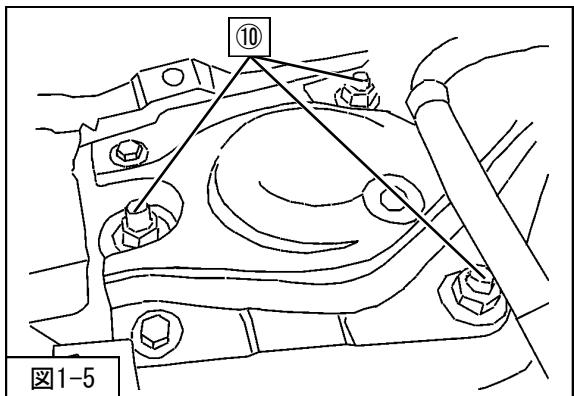

図1-5
6. ⑩フロントサスペンションASSYアッパー取付ナットを取り外してください。（図1-5）